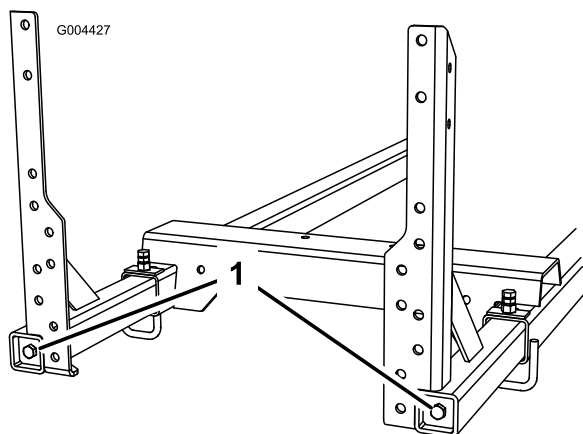

Figura 8
4. Apriete los pernos del bastidor del brazo (Figura 8). Aplique un par de apriete de 91 a 113 Nm a los pernos.